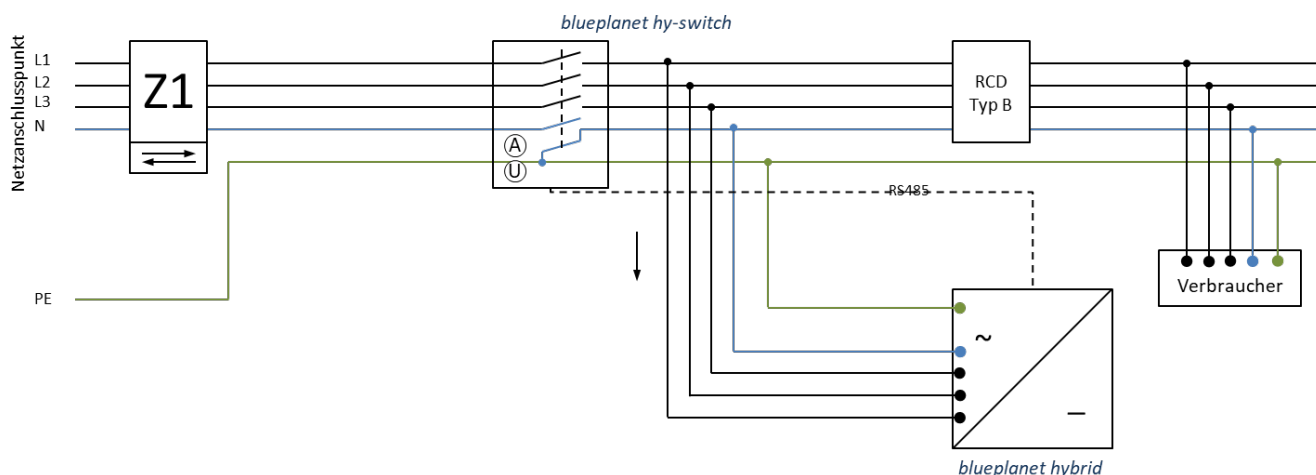

Abbildung 1. Anschlusschema des Gerätes für Ersatzstrombetrieb
- ein RCD Typ B mit 30 mA ist einzusetzen. Die Installation ist fachgerecht auszuführen und die Funktion vor Inbetriebnahme zu prüfen (siehe Abbildung 1).
Grundlegend wird zur Nutzung des Ersatzstrombetriebs ein TN-C-S-Netz vorausgesetzt. Ab dem *hy-switch* darf PE und N nicht mehr zusammengeführt werden. Der *hy-switch* muss ordnungsgemäß an die Erdung angeschlossen sein. Die Erdung muss auch bei Netzausfall funktionsfähig sein, vgl. *Abbildung 1*